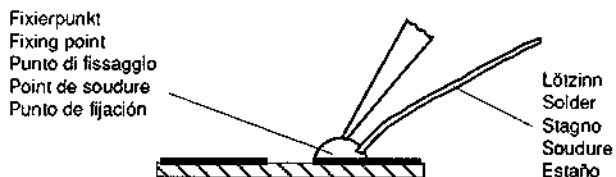

Fig. 3
3. Schritt: Lötspitze von Lötückständen säubern, Lötperle anbringen (Fig. 3).
3. step: Remove possible residues from the soldering point. Then apply a solder bead (Fig. 3).
3. Pulire il punto dai residui di saldatura. Applicare una goccia di stagno (Fig. 3).
3. Aspirer les restes de soudure sur le circuit. Poser une pointe de soudure (Fig. 3).
- Tercer paso: Limpiar el punto de soldadura de residuos de la soldadura anterior. Poner una gota de estaño (Fig. 3).